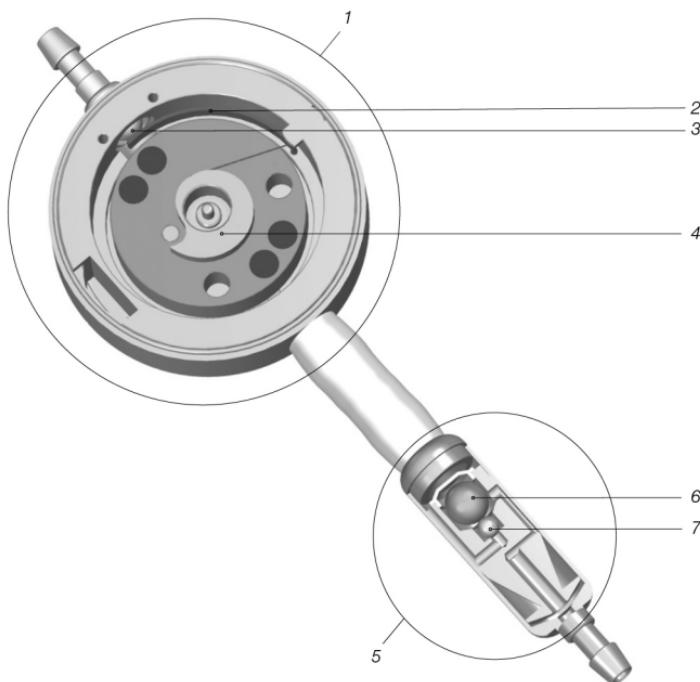

Fig. 1: proGAV 2.0 vue en coupe
La proGAV 2.0 est un système de valve fabriqué en tantale. Elle comprend une unité en pression différentielle (1) ajustable et une unité gravitationnelle (5) (Abb. 1).